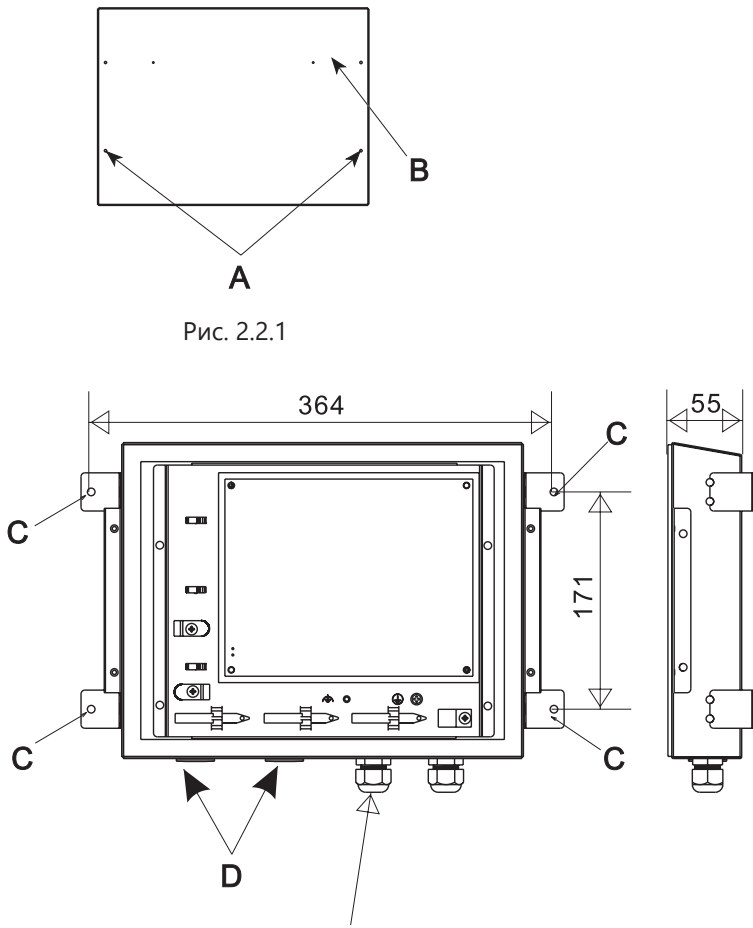

Рис. 2.2.1
- Выкрутите 4 винта А из интерфейсного блока и снимите крышку (см. рис. 2.2.1).